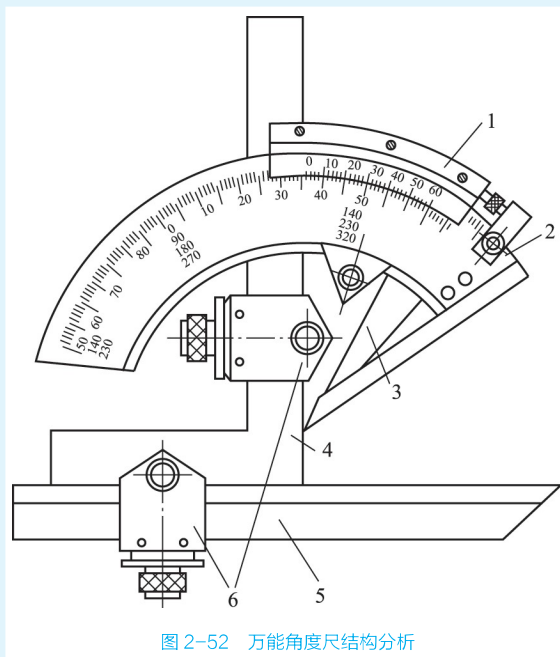

图 2-52 万能角度尺结构分析
(2) 说出图 2-52 所示万能角度尺上各数字所代表的名称。